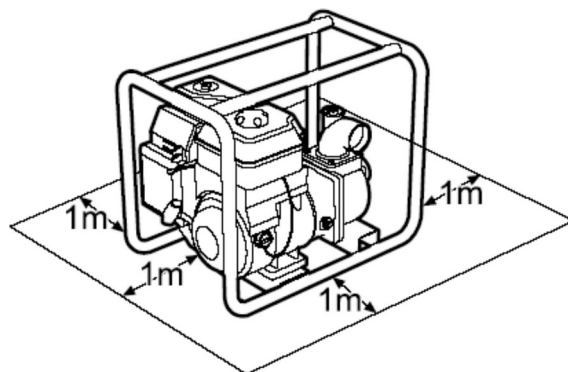

FIG. 6 — Distância mínima de 1 m à volta da motobomba
- 3) Durante o funcionamento, mantenha a motobomba a pelo menos 1 m de edifícios, paredes e outros equipamentos (FIG. 6) e não coloque materiais inflamáveis nas proximidades.